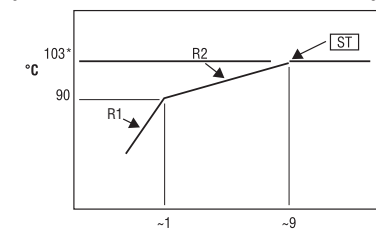

Abbildung 1, UniBlate-Standardalgorithmus
- Die HF-Temperatur ist standardmäßig auf 103 °C voreingestellt. Durch das Ändern der voreingestellten Temperatur wird der Endpunkt des ersten Anstiegs in Abbildung 1 um die Anzahl der vom Standardwert abweichenden Temperaturgrade verändert. Zum Beispiel reduziert ein Voreinstellungswert von 100 °C den Endpunkt des ersten Anstiegs von 90 °C auf 87 °C.